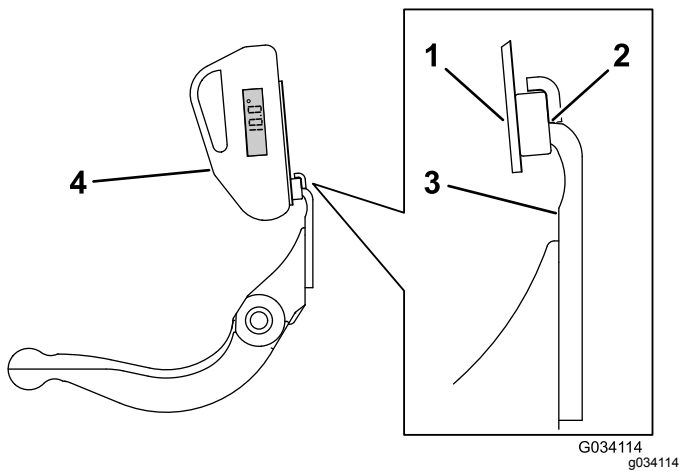

图 22
3. 将角度指示器底座放在底刀边缘上以使磁体边缘与底刀边缘紧密配合 图 22。
4. 如 图 22 所示将角度指示器放置到底座上。